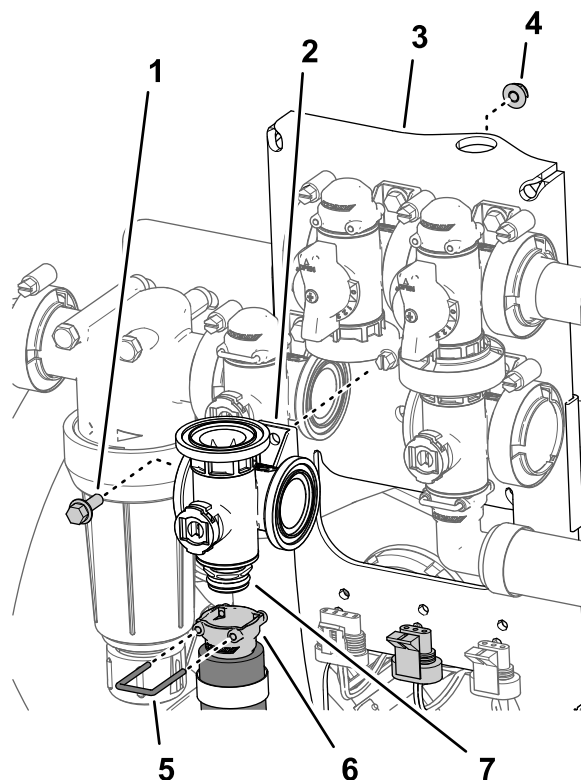

Рисунок 116
- Снимите держатель, который крепит быстроразъемное гнездо к быстроразъемной муфте коллектора клапана перемешивания (Рисунок 116).
- Отверните болт с фланцевой головкой (1/4 x 3/4 дюйма) и фланцевую контргайку (1/4 дюйма), с помощью которых клапан перемешивания присоединяется к опоре крепления клапанов, и снимите коллектор клапана с машины (Рисунок 116).